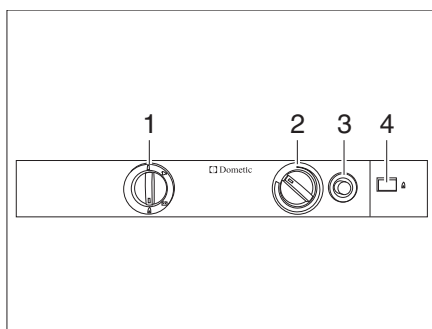

Fig. 351 Elementi di comando per il frigorifero (serie Dometic 8)
- Posizionare il selettore di energia (Fig. 351,1) su "🔥".
- Premere il pomello girevole (Fig. 351,2) fino allo stadio più alto, e mantenerlo premuto. Aspettare fino a che il gas non fluisce verso il bruciatore.
- Premere il pulsante di accensione (Fig. 351,3) e mantenerlo premuto. L'accensione avviene automaticamente.
- Mantenere premuto il pulsante di accensione (Fig. 351,3) finché l'indicatore di fiamma (Fig. 351,4) non diventa verde e poi rilasciarlo.
- Tenere premuto il pomello girevole (Fig. 351,2) per altri 10-15 secondi, poi rilasciarlo.
- Posizionare il selettore di energia (Fig. 351,1) su "🔌".
- Impostare la temperatura di refrigerazione con il pomello girevole (Fig. 351,2).
- Posizionare il selettore di energia (Fig. 351,1) su "🔋".